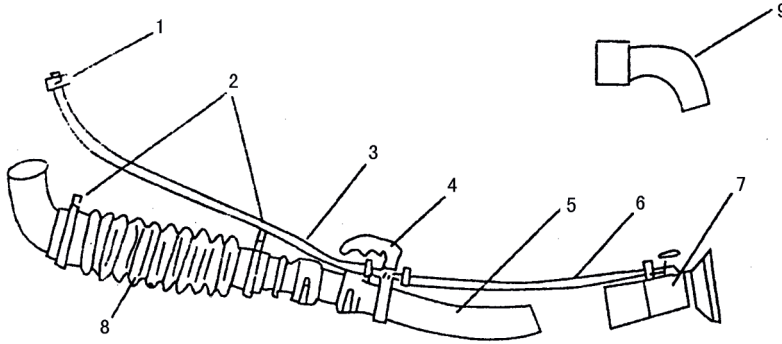

Fig.4
3) Conectar el tubo pulverizador a la máquina como se muestra en Fig.4.